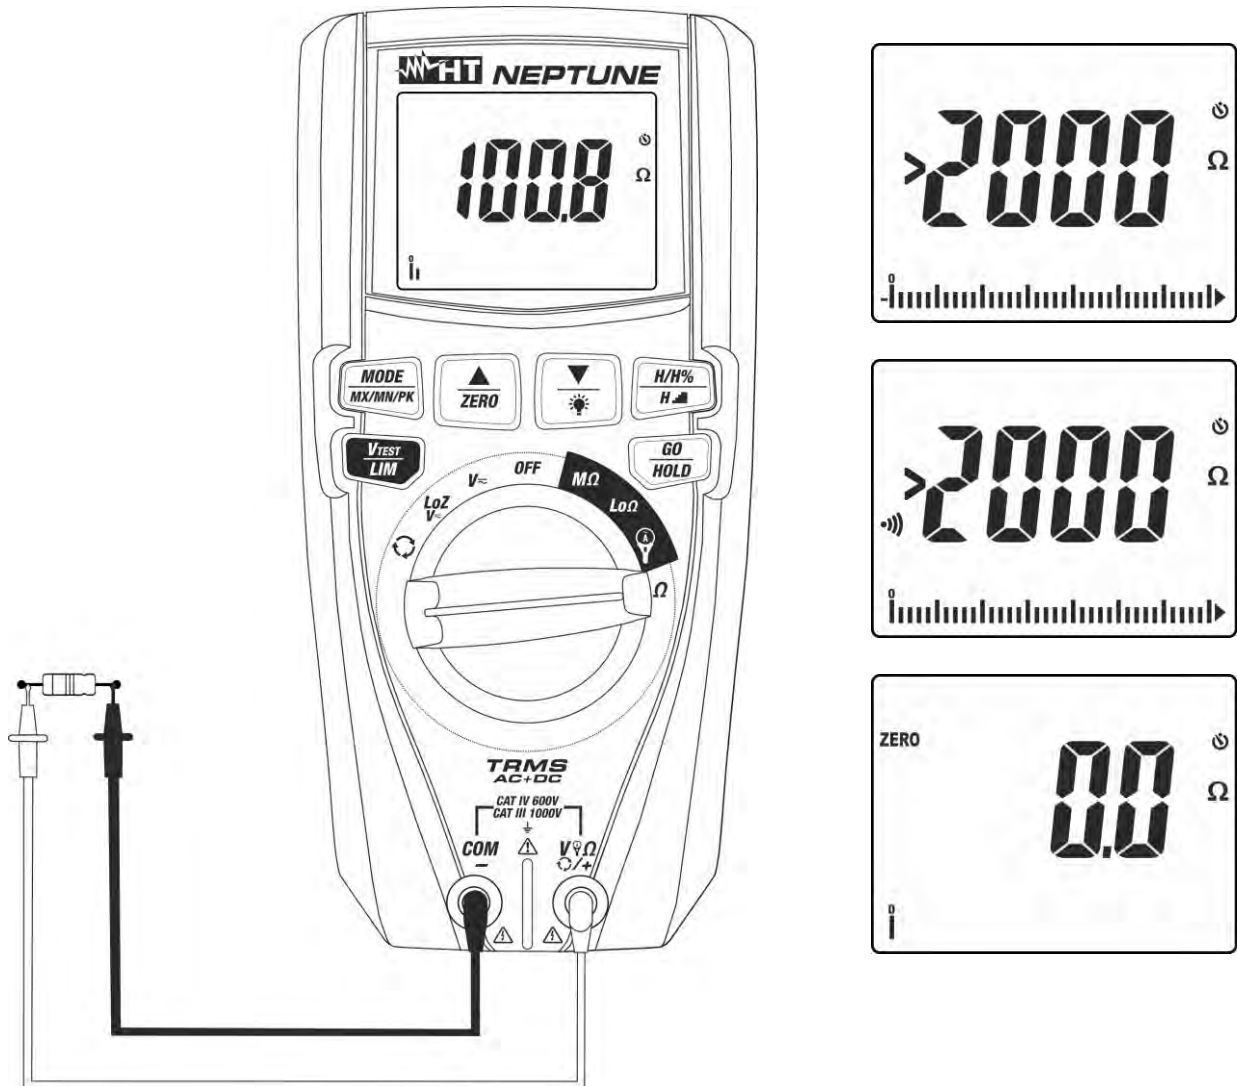

Abb. 9: Verwendung des Gerätes für Widerstandsmessung und Durchgangsprüfung
4. Verbinden Sie die Messleitungen mit den gewünschten Messpunkten des zu messenden Kreises (siehe Abb. 9). Der Widerstandswert erscheint auf dem Display.
5. Wenn im Display die Meldung “**>2000 Ω** ” erscheint (siehe Abb. 9), ist der höchste messbare Wert erreicht worden.